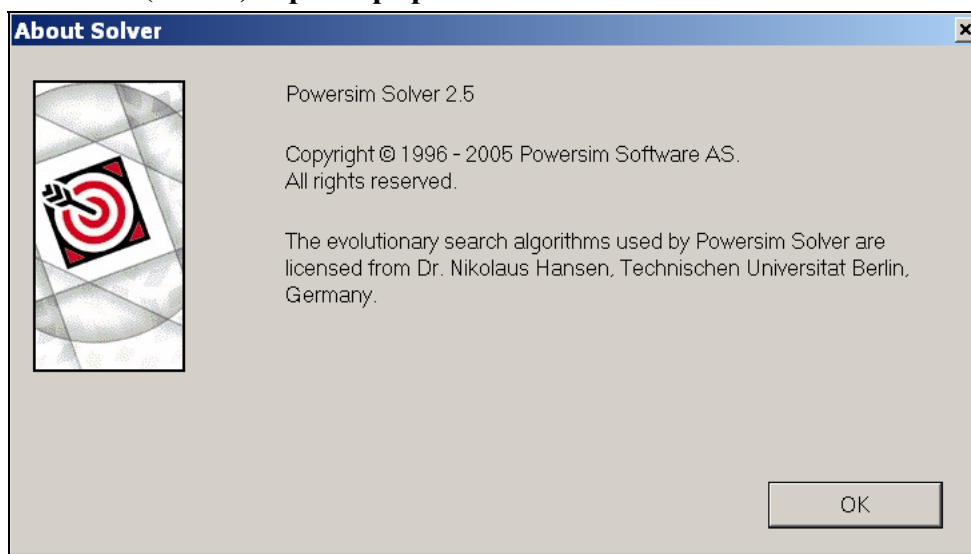

Рис. 3-2. Оптимизатор PowerSim
3.2 PowerSim Solver 2.5 (Рис. 3-2). Версия и разработчики.